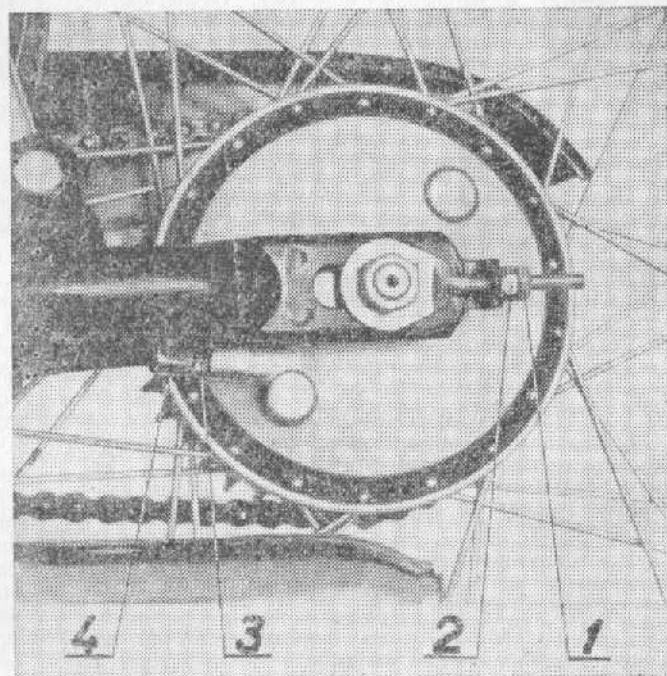

Рис. 9
2. Отпустить контргайки 1 (рис. 9) с обеих сторон.
3. Вращением гайки 2 (рис. 9) с обеих сторон натянуть цепь.
до начала торможения дополнительно основному углу свободного поворота еще на 5—10 градусов. Регулировка производится с помощью регулировочного винта 4 (рис. 9) на диске заднего колеса. Винт контрится гайкой 3.